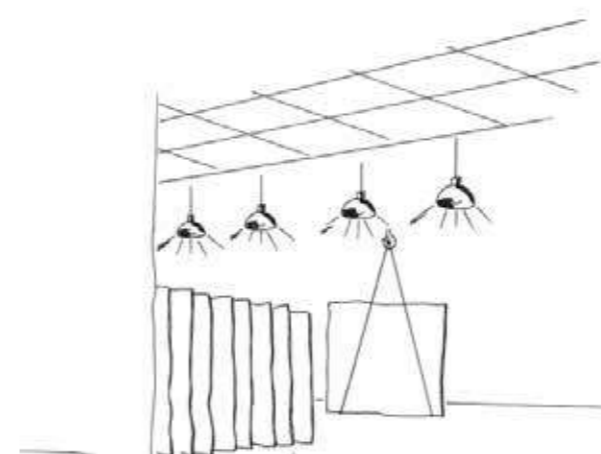

fig.54
- ▶ Il livello di illuminazione ambiente deve sempre essere tale da garantire l'operatività del paranco nella massima sicurezza possibile (fig.54).